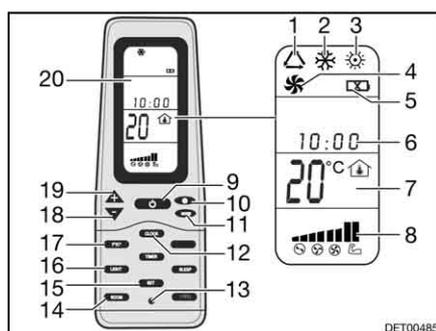

Fig. 111 Telecomando
- Premere il tasto ON/OFF (Fig. 111,9).
- Premere il tasto "Mode" (Fig. 111,11) spesso, finché la modalità desiderata (Fig. 111,1, 2, 3 o 4) viene visualizzata sul display (Fig. 111,20).
- Impostare la temperatura desiderata con i tasti "+" (Fig. 111,19) e "-" (Fig. 111,18).
- Con il tasto velocità dell'aria (Fig. 111,10) selezionare il livello desiderato per la ventola.